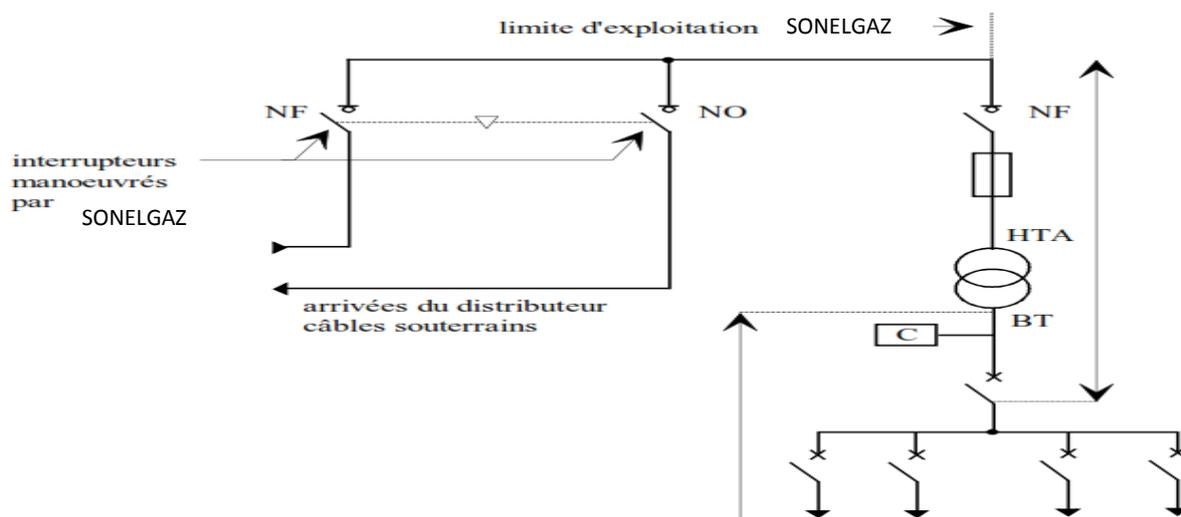

Figure 4 : alimentation en double dérivation d'un poste de livraison HTA à comptage BT
■ double dérivation (voir fig. 4)